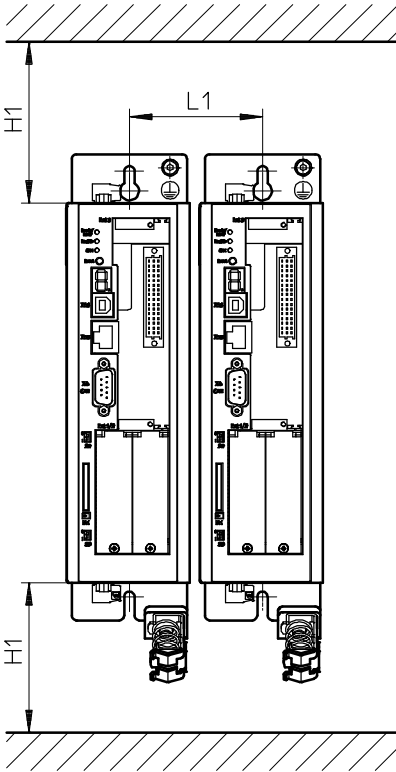

Fig. 3.4 Controlador de motor CMMP-AS-...-M3: Distancia de montaje y espacio para el montaje
- Los controladores de motor de la familia CMMP-AS-...-M3 están diseñados de tal forma que, si se utilizan según el uso previsto y se instalan debidamente, se pueden conectar directamente en una placa de montaje disipadora del calor. Se debe tener en cuenta que un calentamiento excesivo puede provocar un envejecimiento prematuro y/o daños en el aparato. ¡En caso de someter el controlador de motor CMMP-AS-...-M3 a unas condiciones térmicas más exigentes se recomienda dejar una distancia de montaje (→ Fig. 3.4)!